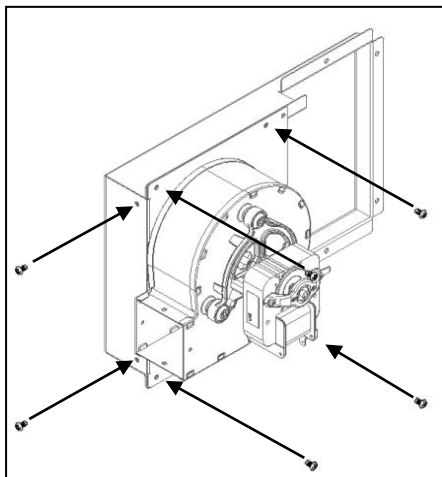

Figure 125 - Support de fixation avec ventilateur
c) Serrer l'ensemble Figure 125 sur la face latérale de la chambre de combustion à l'aide de 6 vis **A** (DIN 7981 FA 4,2x13) dans les trous prévus à cet effet.